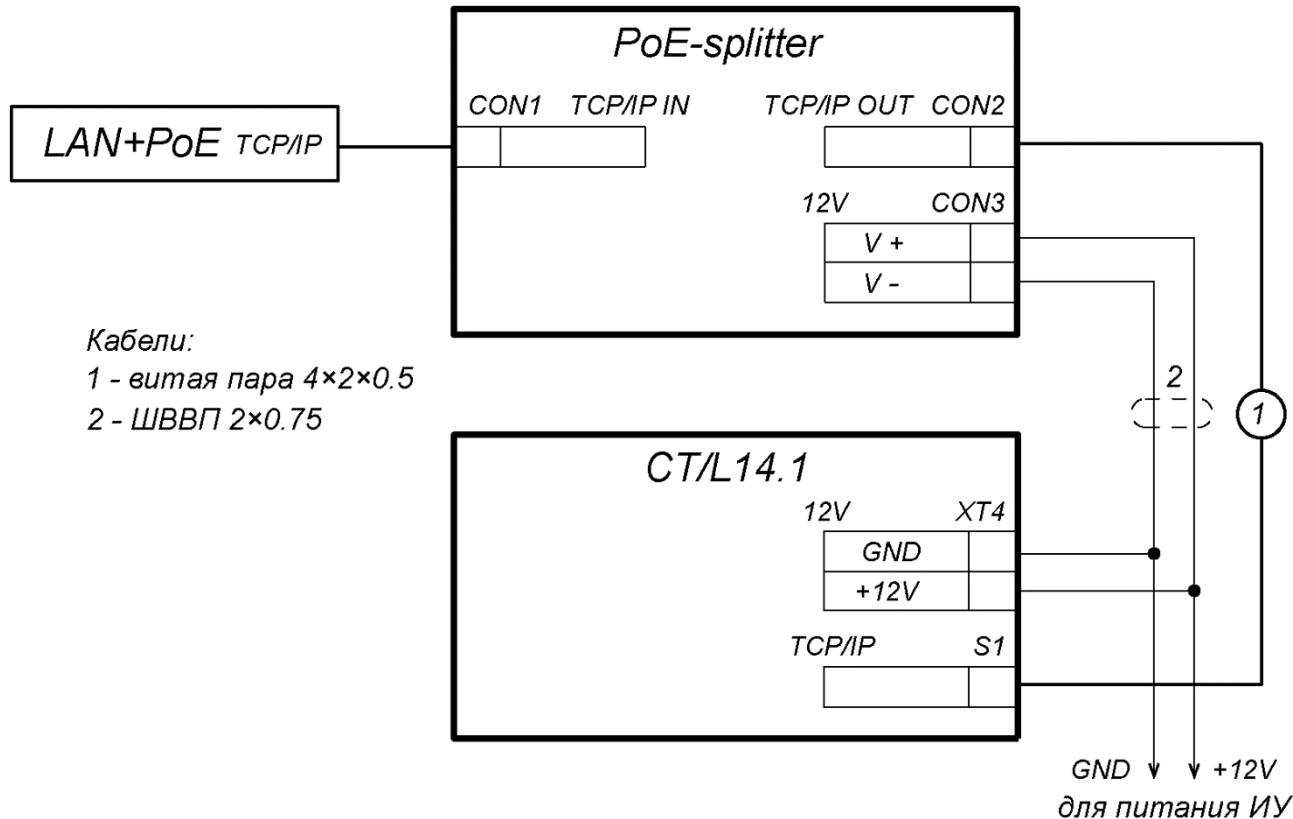

Рисунок 20. Схема подключения контроллера через *PoE*-сплиттер
3. Подключите цепи питания контроллера и при необходимости управляемого им ИУ к разъему **Con3** сплиттера. Схема подключения приведена на рис. 20 (штекер для подключения к разъему входит в комплект поставки сплиттера).